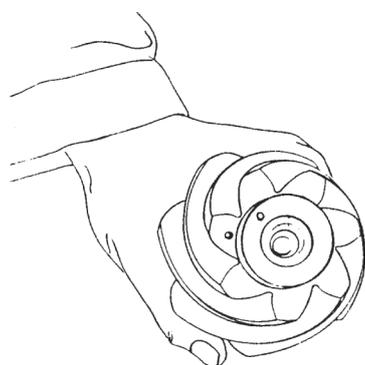

Figura 66
Instale a mesma quantidade de calços obtida na leitura do relógio (A) 0,58 mm (figura 66).